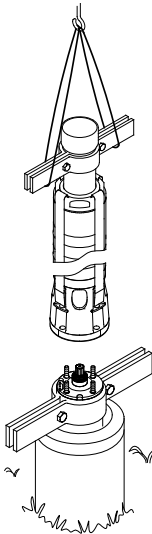

Fig. 16 Elevação da bomba para a posição correcta
3. Eleve a parte da bomba utilizando braçadeiras de tubo montadas na tubagem de elevação. Consulte a fig. 16.